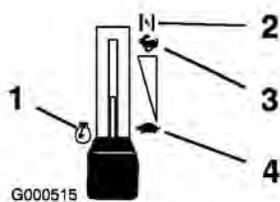

Figure 8
3. Placez la manette d'accélérateur en position Starter pour démarrer à froid (Figure 8).
- Lorsque le moteur a démarré, amenez progressivement la manette d'accélérateur en position de Haut régime (Figure 8). Si le moteur cale ou hésite, ramenez la manette d'accélérateur en position de Starter pendant quelques secondes. Réglez ensuite la manette d'accélérateur à la position voulue. Répétez l'opération si nécessaire.
- Placez la manette d'accélérateur en position de Régime maximum (Figure 8).